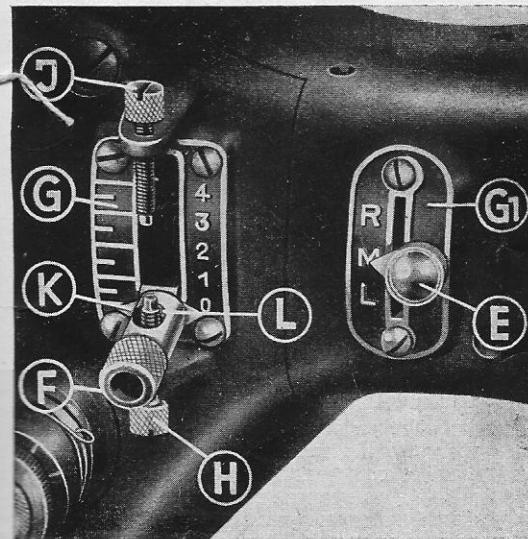

рис. 16
На машине Науманн 65 можно делать стежки трех разных ширин с левым, средним и правым расположением иголки. Для этой цели ручка «E» шкалы «G1» (рис. 16) ставится для требующегося левого, среднего или правого положения иголки, а ручка «F» на 0. Для шва зигзаг служит ручка «F» (рис. 16). Цифры шкалы «G» обозначают ширину зигзаг от 0 до 4 мм. Сверху и снизу шкалы на-
Если нужно вновь перейти на прямой стежок или на работу зигзаг шириной в 4 мм., то надо повернуть ручку «F» так, чтобы отверстие «L» стало перпендикулярно. (Важно для шитья петель). Теперь можно переставлять стрелку «K» от 0 до 4 мм. на выбор, как показано на рис. 16 без необходимости вращать назад упорные болты. С помощью ручки «E» шкалы «G1» (рис. 16) можно, кроме того, шить зигзаг с левым, средним и правым исходными положениями иголки. Это позволяет делать ряд разнообразных отделочных швов.
1. Прямой строчечный шов: Ручка «F» шкалы «G» (рис. 16) стоит на 0, ручка «E» шкалы «G1» (рис. 16) на «M», длина стежка  $2\frac{1}{2}$ -3 мм. по желанию.
2. Шов зигзаг фасонный: Ручка «F» шкалы «G» (рис. 16) стоит на  $1\frac{1}{2}$ -4 мм., ручка «E» шкалы «G1» (рис. 16) на «M», длину стежка регулировать на 2-3 мм.
3. Плотный шов зигзаг, фасонный: Ручка «F» шкалы «G» (рис. 16) стоит на 4 мм., ручка «E» шкалы «G1» (рис. 16) на «M», регулятор стежка поставить на  $1\frac{1}{2}$ - $\frac{3}{4}$  мм. Рекомендуется применять швейную лапку «0065-431», чтобы была равномерная подача ткани.
4. Шов зигзаг и прямой шов: Ручка «F» шкалы «G» (рис. 16) стоит на 2-4 мм., ручка «E» шкалы «G1» (рис. 16) регулирует длину стежка по желанию. После десяти стежков зигзаг ручка «F» шкалы «G» (рис. 16) ставится на 0 и делают шов такой же длины с прямой строчкой.
5. Крупный шов зигзаг, фасонный: Ручка «F» шкалы «G» (рис. 16) стоит на 3 мм., ручка «E» шкалы «G1» (рис. 16) на «M». После десяти стежков ручку «F» шкалы «G» регулировать на 1 мм. и т. д.
7. Прямой шов уступали вправо, по середине, влево: Для этого способа работы ручка «F» шкалы «G» (рис. 16) ста-
вится на 0, ручка «Е» шкалы «G1» (рис. 16) ставится после равного числа стежков попеременно на «R», «M» и «L» при любой длине стежка.
8. Фасонный шов зигзаг справа и слева: Ручка «F» шкалы «G» (рис. 16) стоит на 2 мм., ручка «E» шкалы «G1» (рис. 16) регулируется на «R». После того 10 или более стежков поставить ручку на «L» и сделать такое же количество стежков, а затем снова на «R».